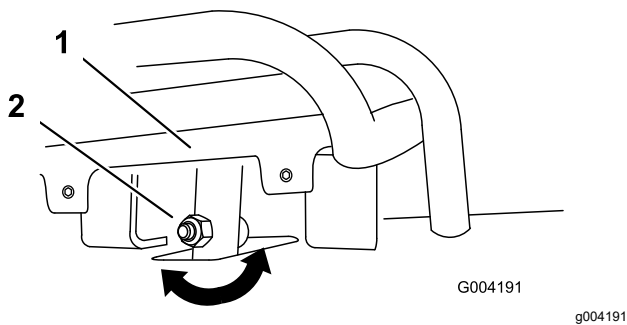
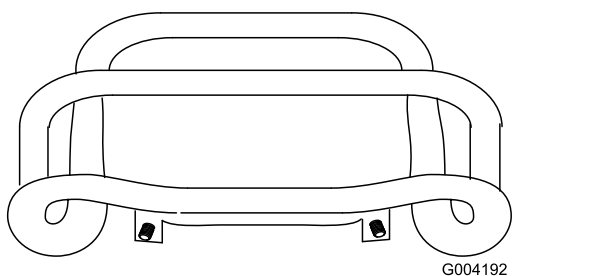

Bild 53
Bild 54
4. Wenn die Vorderseite des Fahrtriebs nicht bündig und gleichmäßig am Anschlagbügel bleibt, lösen Sie die Mutter im Schaft des Fahrtriebs (Bild 53).
5. Stellen Sie den Fahrtrieb so ein, dass er bündig am Anschlagbügel bleibt, wenn er gerade nach hinten gezogen wird (**Bild 53** und **Bild 54**).
- C. Lösen Sie die Bundmutter und die Schraube im Fahrtriebsschaft (**Bild 53**).
- I. Stellen Sie den Fahrtrieb so ein, dass er bündig am Anschlagbügel bleibt, wenn er gerade nach hinten gezogen wird (**Bild 53** und **Bild 54**).